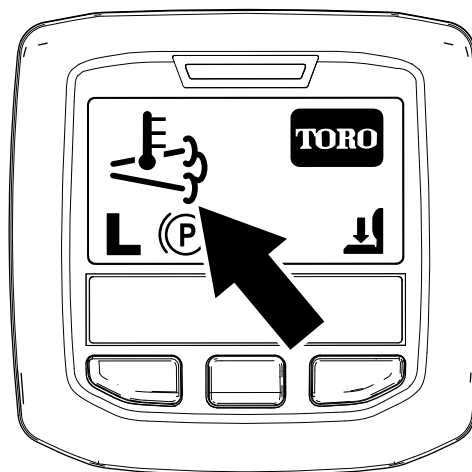

図 45
- インフォセンターには、排気高温アイコンが表示されます 図 45。